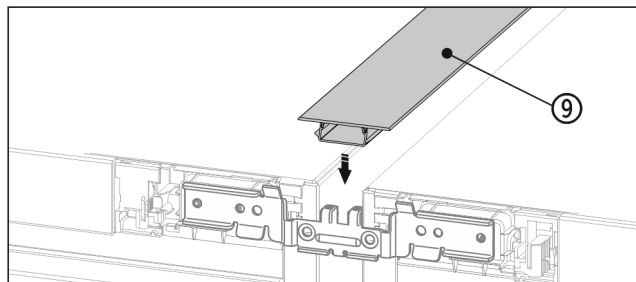

Fig. 21 *
- Na horní straně zatlačte krátkou krycí lištu Fig. 21 (9) do horizontální spáry.*